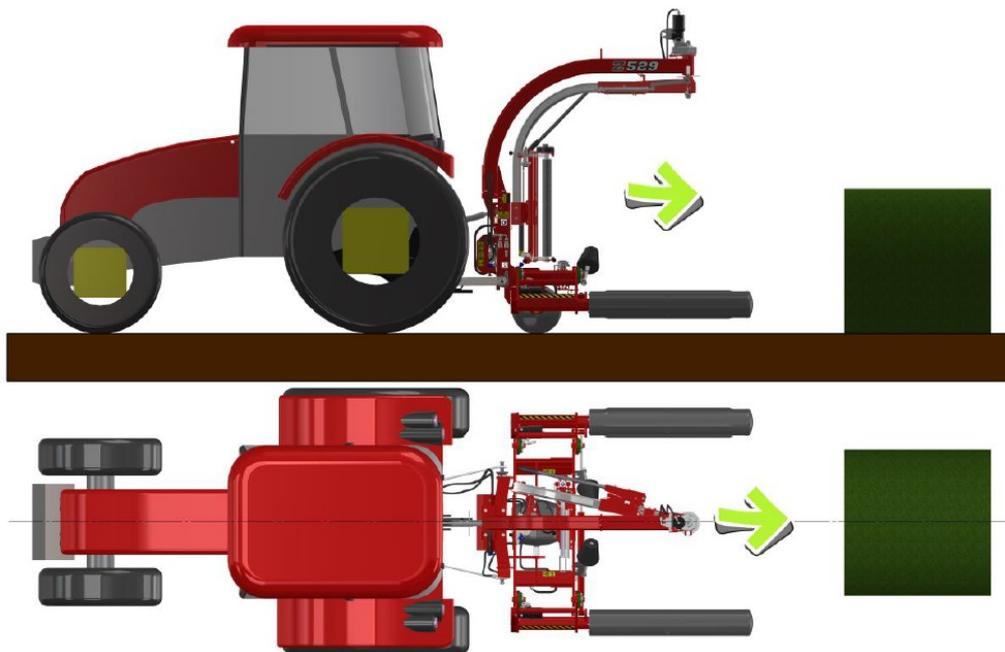

Abbildung 17. Position beim Wickeln
4. Den Ballenwickler in die Wickelstellung anheben (**Abb. 17**), Taste **START/STOP** drücken, um automatische Umwicklung zu beginnen. Nach Abschluss des Wickelvorgangs wird die Folie automatisch abgeschnitten. Der Ballen muss manuellen erfolgen (die Taste muss dabei gedrückt gehalten werden).